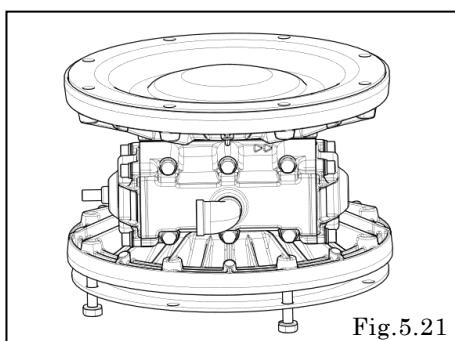
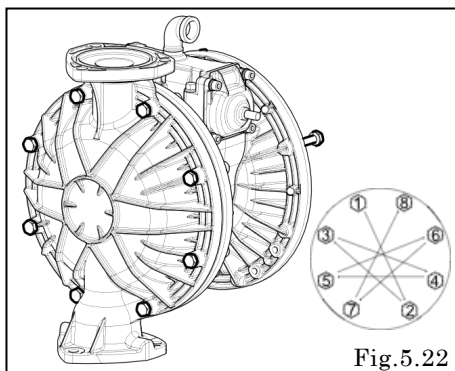

Fig.5.21
Fig.5.22
このときダイアフラムは締める方向で調整する。(困難な場合は、ダイアフラムを最小限の緩める方向で調整する)〔Fig.5.21〕
- ・ Fig.5.21 で取り付けたダイアフラム側にアウトチャンバーを取り付ける。〔Fig.5.22〕
- ・アウトチャンバーの向きは Fig.5.22 が標準ですが、設置状況に合わせて任意の向きに取り付けできます。